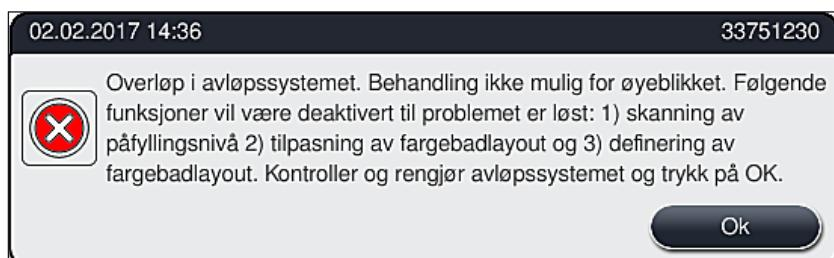

Fig. 118
Vannivået i dreneringsspannen kan stige hvis avløpssystemet blokkeres (i avløpsfilteret (→ "Fig. 96-1") eller avløpslangen (→ "Fig. 7-1")). Dette kan føre til at vannivået i instrumentet blir kritisk. Brukeren mottar en feilmelding (→ "Fig. 118") på skjermen, og hører en alarm.
1. Åpne dekselet til instrumentet hvis varselmeldingen (→ "Fig. 118") vises.